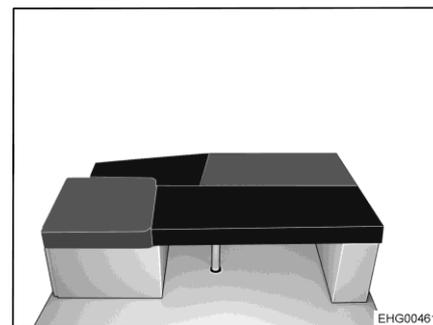

Fig. 161 Dopo la trasformazione
- Posizionare il cuscino aggiuntivo rettangolare sul tavolo (vedi Fig. 161).
- Collocare il cuscino aggiuntivo triangolare tra il sedile laterale e il divano unico sull'allargamento letto lungo (vedi Fig. 161).